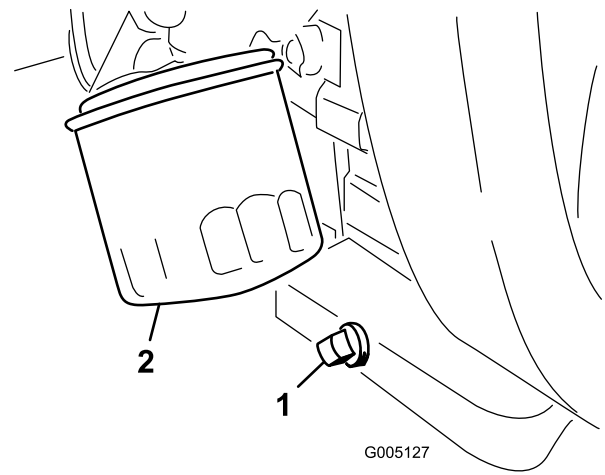

Figura 42
1. Retire el tapón de vaciado (Figura 42) y deje fluir el aceite a un recipiente apropiado. Cuando el aceite deje de fluir, coloque el tapón de vaciado.
2. Retire el filtro de aceite (Figura 42).